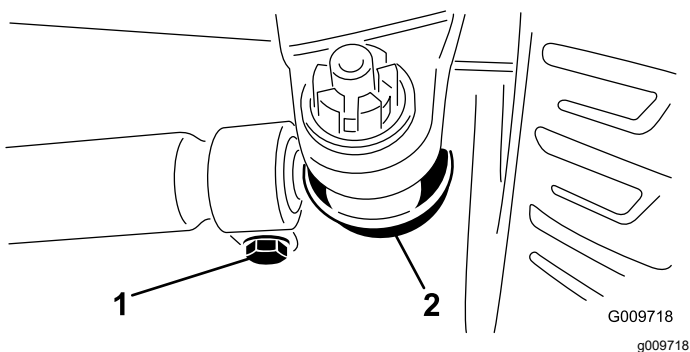

図 109
3. 調整が必要な場合は、タイロッドのボールジョイントのコッターピンとナットを外す 図 109。アクスルケースサポートからタイロッドのボールジョイントを外す。
4. タイロッド両側のクランプをゆるめる 図 109。